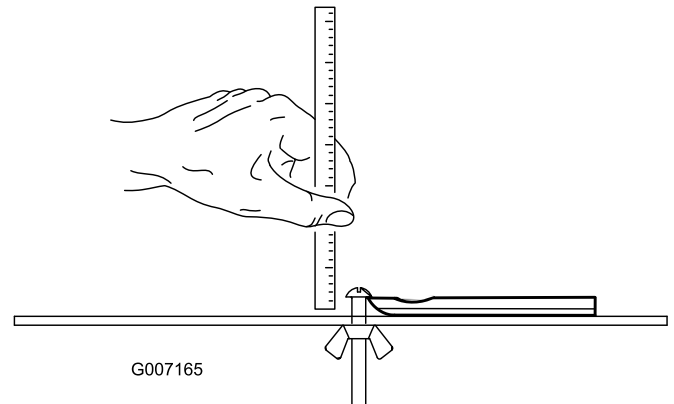

Figure 26
**Remarque:** Toutes les mesures de limite de service renvoient au bas de la contre-lame (Figure 26)